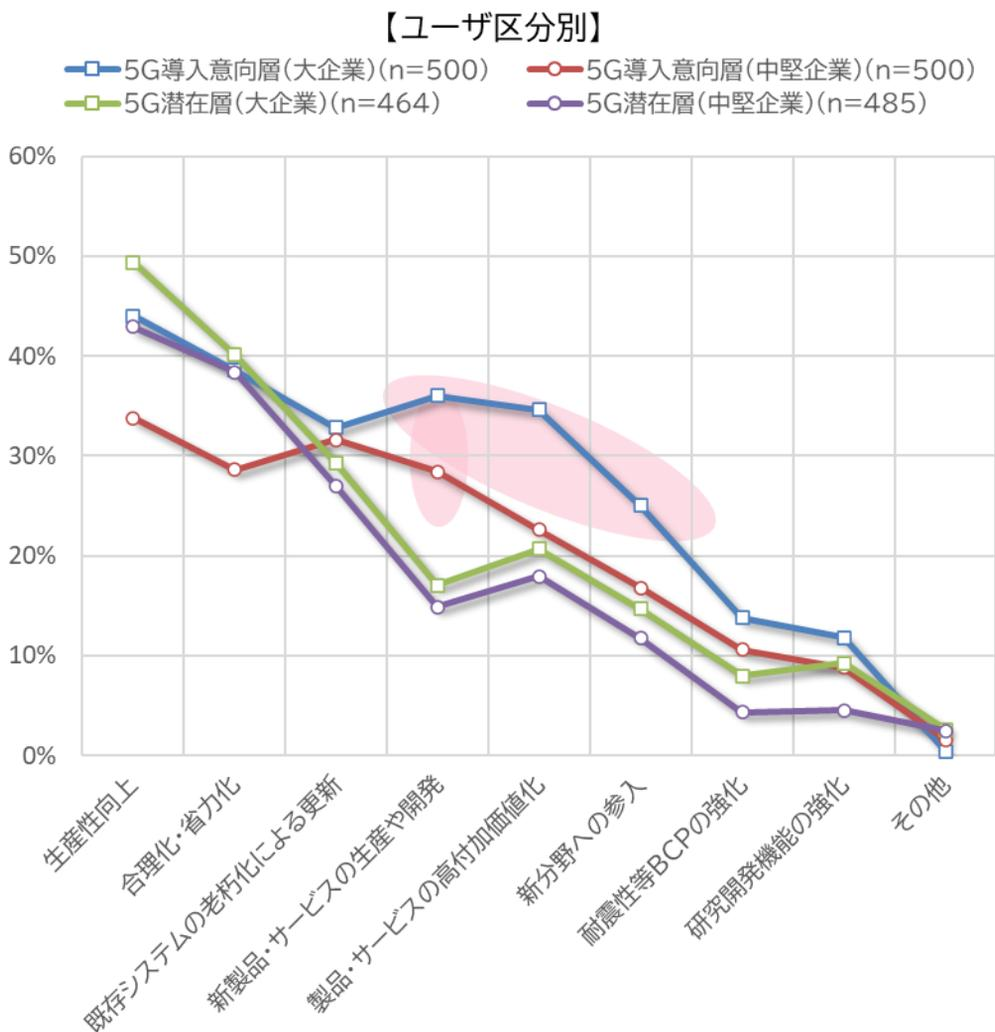

図2-1 ワイヤレスやそれを活用したソリューションを導入・利用したい背景・狙い
- 以下図2-1がその結果です。5Gの導入・利用目的の背景・狙いは主に「生産性向上」や「合理化・省力化」であることがわかります。